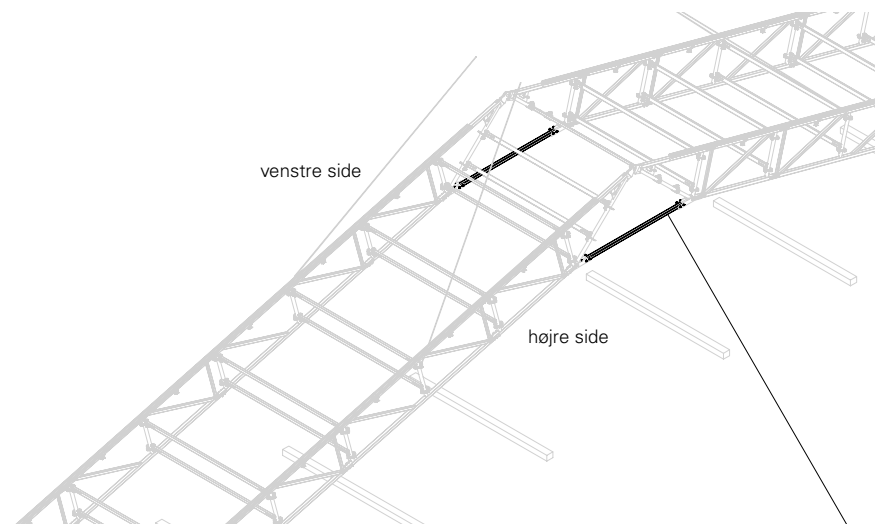

Fig. A4.02
4. Stik bolten gennem boringen og fastgør den med fjedersplit – 2x. (Fig. A4.02 + A4.02c)